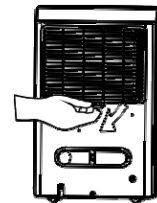

Abb. 14
- Um den Filter herauszunehmen, sollte er nach außen gezogen werden (Abb. 14).